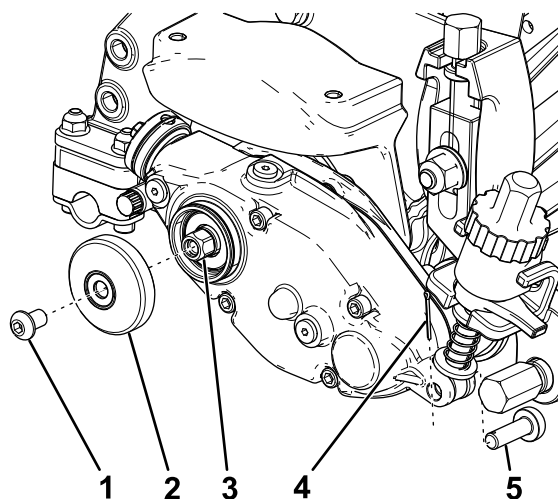

Figura 9
1. Fissate la copertura esterna alla scatola di trasmissione del groomer utilizzando la vite a brugola rimossa in precedenza (Figura 9).
2. Fate scorrere il perno di regolazione attraverso l'asta del gruppo del braccio di regolazione e la scatola di trasmissione del groomer e fissatelo con una coppiglia (Figura 9).